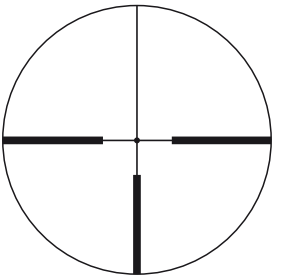

Abb. 3-1
(1) Fokussierung
- ① Schauen Sie so durch das Okular, dass das Auge etwa 10 cm (4 in) vom Okular entfernt ist, um das Absehen 4 mit Punkt (Abb. 3-1) zu erkennen. Stellen Sie sicher, dass Sie Ihr Auge bei ordnungsgemäßer Einstellung und mit entsprechendem Augenabstand positionieren. Andernfalls „verdunkelt“ sich die Sicht.
- ② Richten Sie das Zielfernrohr mit dem Linsenende auf den Himmel (aber NICHT auf die Sonne!) oder auf eine einfarbige, unstrukturierte Wand.
- ③ Drehen Sie die Okulareinstellung entgegen dem Uhrzeigersinn und drehen Sie sie dann im Uhrzeigersinn, bis das Fadenkreuz scharf ist.